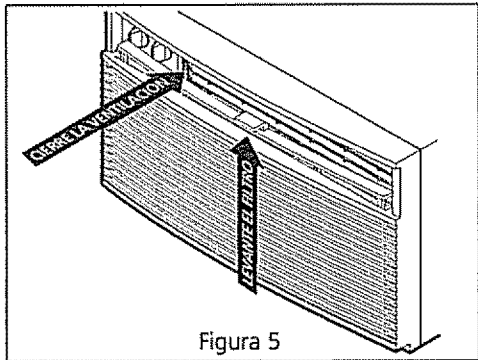

Figura 5
- Para algunos modelos, empuje la manija de control de ventilación a la posición cerrada (CLOSED). Sujete la pestaña y levante el filtro hacia arriba y hacia afuera (Figura 5).